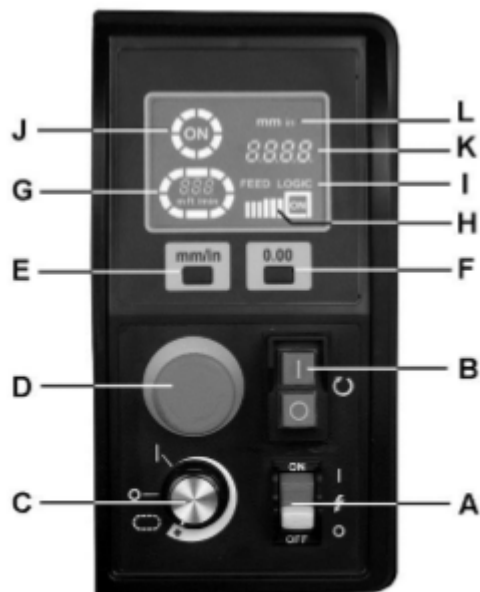

Рис. 16
На Рис. 16 приведена панель управления станка.
Чтобы запустить транспортер и увеличить скорость его движения поворачивайте регулятор (C, Рис. 16) по часовой стрелке - *Круговой индикатор (G) загорится и будем мигать по кругу. Внутри индикатора будет отображаться скорость транспортера.*
Опустите барабан до касания с заготовкой, затем нажмите кнопку сброса для задания нулевого положения барабана (F, Рис. 16), чтобы обнулить настройки высоты барабана по отношению к заготовке. Теперь для опускания барабана на нужное расстояние для каждого прохода нужно использовать маховик. Высота барабана отображается на дисплее (K).
Нажмите кнопку аварийного выключателя (D, Рис. 16), чтобы отключить все функции станка. При нажатом аварийном выключателе двигатель барабана останавливается, а индикатор «ON» («ВКЛ.») (J) на дисплее гаснет. Двигатель транспортера также останавливается, а круговой индикатор (G) мигает.
**ВАЖНО:** станок будет находиться в состоянии аварийного отключения до тех пор, пока аварийный выключатель не будет повернут по часовой стрелке для сброса. Перед повторным запуском станка регулятор скорости транспортера (C, Рис. 16) также должен быть снова установлен в положение OFF (ВЫКЛ.).
Система контроля подачи Feed Logic непрерывно отслеживает нагрузку на двигатель барабана и автоматически регулирует скорость двигателя транспортера, чтобы обеспечить максимальную скорость транспортера без перегрузки. Когда индикатор «Feed Logic» мигает и на дисплее загорается надпись «ON» (1, Рис. 16), значит, система контроля подачи зафиксировала слишком большую глубину шлифования и/или слишком высокую скорость подачи.